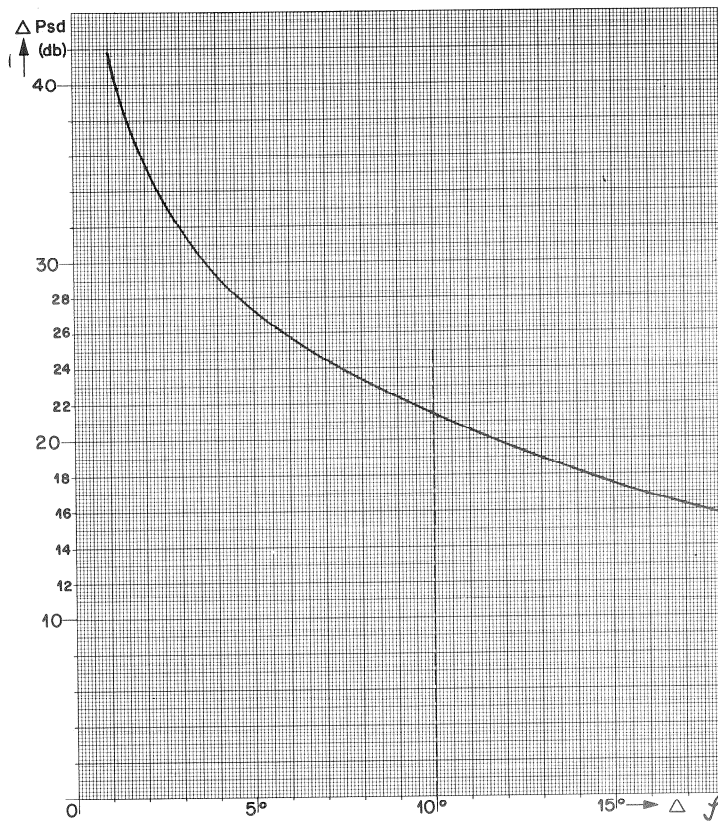

Bild 31
- Um den Phasenwinkel nach Bild 31 zu bestimmen, ist der Unterschied zwischen Summenpegel und Differenzpegel in db erforderlich. Dieser Wert ist einfach zu ermitteln, wenn man sich beim Messen von P_S den db-Wert auf der Skala des Röhrenvoltmeters merkt. Nach anschließendem Umpolen des einen Kanalausganges, kann auf dem RVM der Bereichsschalter soweit zurückgeschaltet werden, bis wieder ein Spannungswert angezeigt wird, wodurch die Spannungsdivergenz direkt in db ablesbar ist.